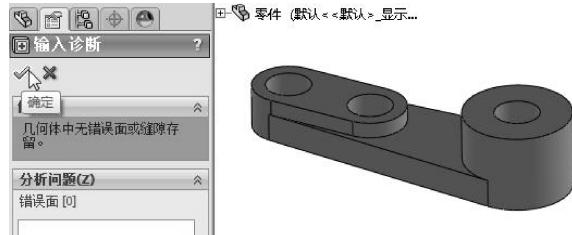

图 5-16 完成诊断并输入模型
- 03 随后打开【输入诊断】属性面板。面板中显示无错误，单击【确定】按钮 $\checkmark$ ，完成诊断并载入零件模型，如图 5-16 所示。